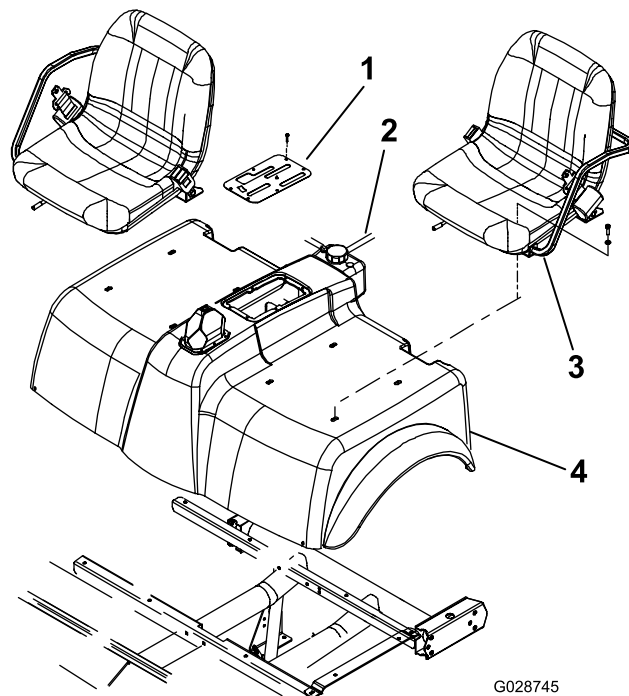

図 6
2. 中央コンソールのカバープレートの外側エッジ部をフレームに固定しているねじ6本を外して、カバープレートを取り外す 図 6。
3. ラジエターからタンクホースを外し、ホースから冷却液が漏れないように栓をするかクランプを掛ける 図 6。
4. 運転席とシュラウドを取り付けブラケットに固定しているキャップスクリュ(8本)を外す 図 6。運転席とシュラウドを外す。